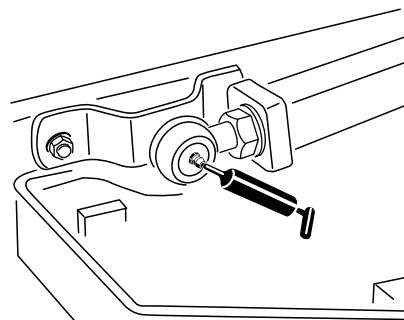

Figura 65
- Rótulas esféricas do braço de elevação (2) (Figura 65)